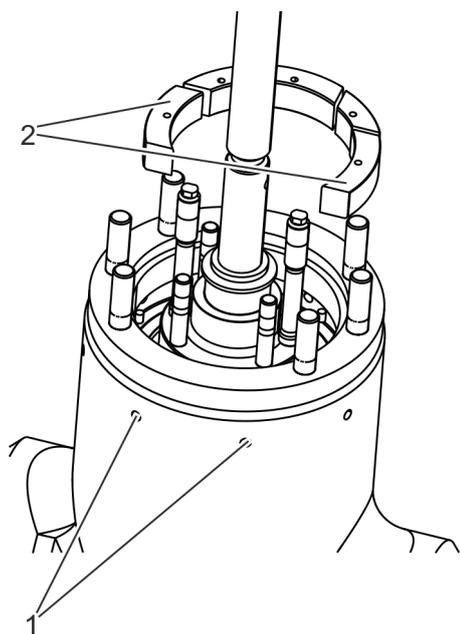

Fig. 28: Retrait des segments
3. ➤ Frapper les segments (Fig. 28/2) à travers les alésages d'éjection (Fig. 28/1) vers l'intérieur à l'aide d'un chasse-gou-pille.
4. ➤ Retirer les segments (Fig. 28/2).